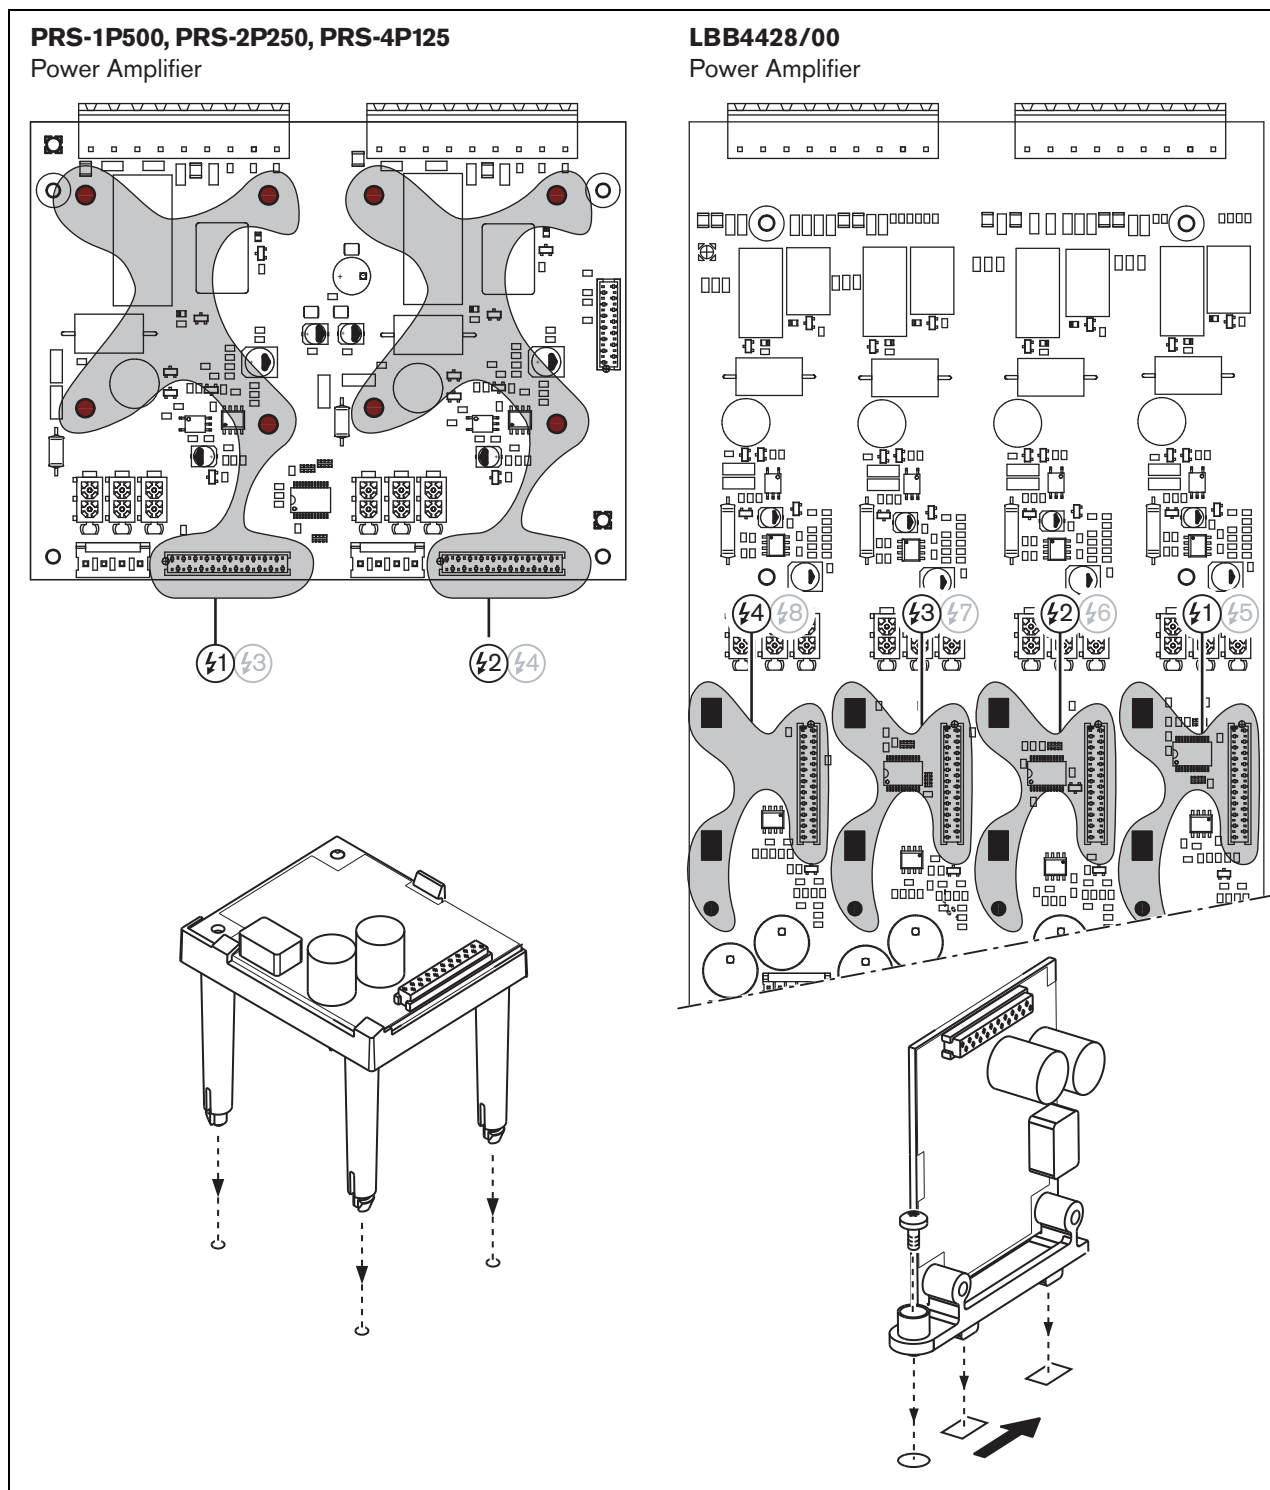

abbildung 12.4: Supervision-Master-Platine
- 1 Entfernen Sie die Abdeckung von der Endstufe und suchen Sie die Ausgabeplatine (siehe abbildung 12.4).